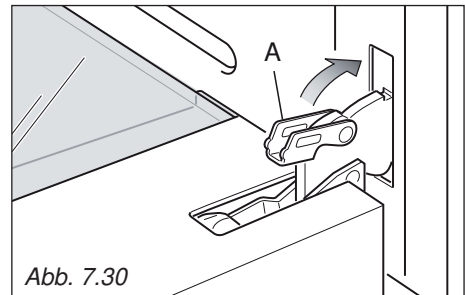

Abb. 7.30
4. Die Ofentür ganz öffnen und den Hebel "A" des rechten und linken Scharniers schließen (Abb. 7.30).